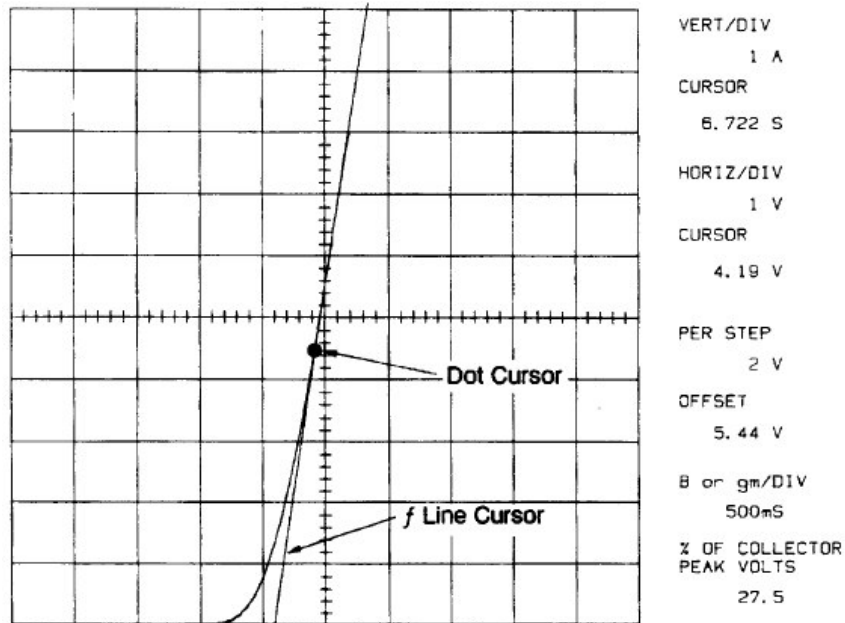

图 3-19 使用 f 线光标测量 MOSFET 功率前向传输导纳，此例中， $G_{fs}=6.722S$
12. 使用光标位置键调整 f 线光标斜率直到它与如图 3-19 所示曲线正切。